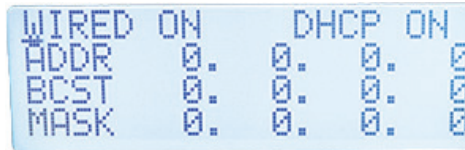

Figura 4-2 Menu DHCP
4. Pressione o botão Verificar (◻) para confirmar a seleção e exibir o menu DHCP (Dynamic Host Configuration Protocol) (veja Figura 4-2 na página 53).